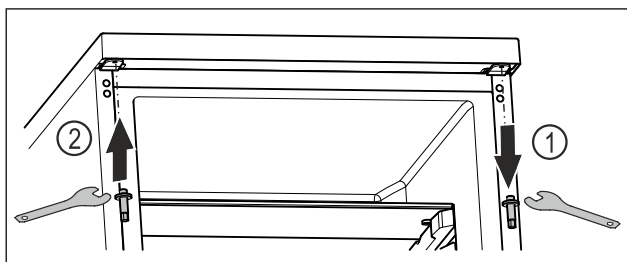

Fig. 15
- ▶ Skru ut den øvre bolten med utvendig sekskantnøkkel. Fig. 15 (1)
- ▶ Skru fast bolten med utvendig sekskantnøkkel på motsatt side. Fig. 15 (2)